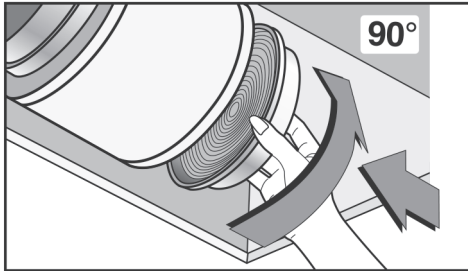

Рис. 8
3. Установите фильтры с активированным углём на блок всасывания, следуя указаниям на рис. 8.